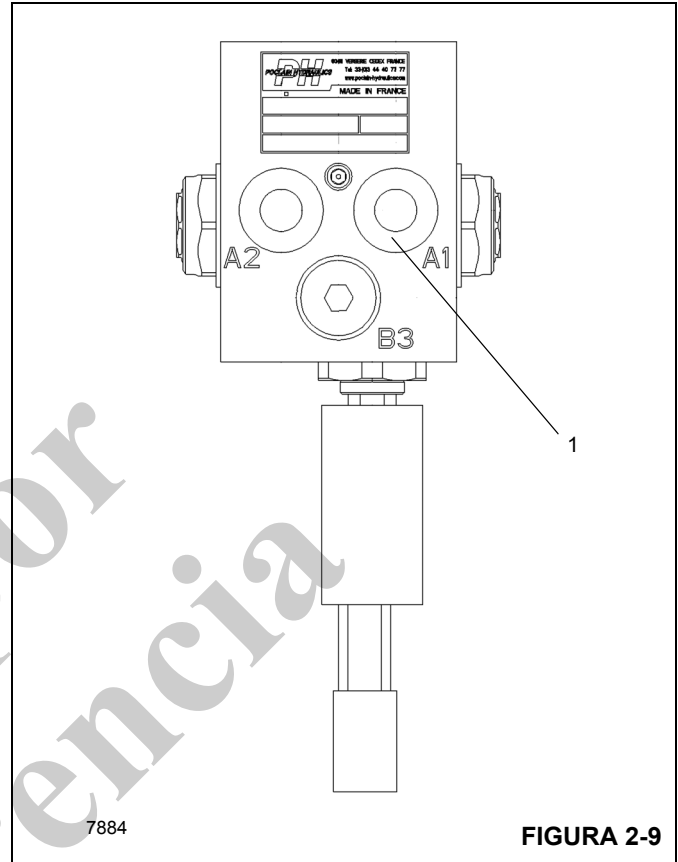

FIGURA 2-9
2. Instale un manómetro en la lumbrera de prueba de presión "A1" de la válvula de carga del acumulador doble de frenos de servicio (1, Figura 2-9).